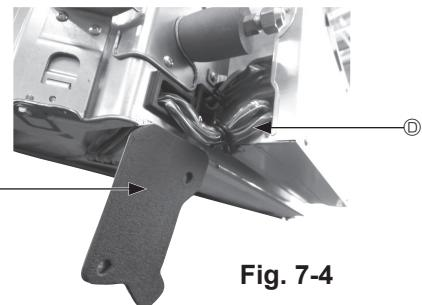
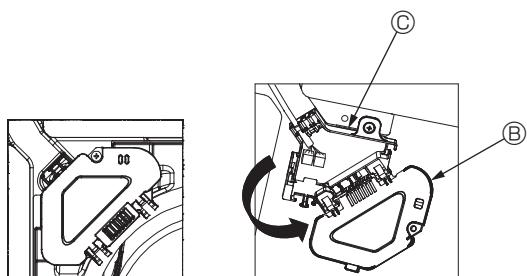

Fig. 7-4
Fig. 7-5
- ① Verwijder de 2 schroeven waarmee de bedradingskap vastzit uit de hoofdunit en open de kap.
- ② Leid de bedrading van de i-see-Sensor en signaalontvanger door de draadgangen in de schakeldoos zoals aangegeven in de tekening en door de doorvoeren aan de zijkant van de hoofdunit. (Fig. 7-4)
- ③ Wanneer u de draden leidt, opent u de klem die de verbindingsbedrading van het rooster vasthouwt en vervolgens bevestigt u de verbindingsbedrading van het rooster en de bedrading van de i-see-Sensor en de signaalontvanger weer met de klem.
- ④ Verwijder de schroef waarmee de kap van de schakeldoos vastzit en open de kap. (Fig. 7-5)
- ⑤ Plaats de connector van de verbindingsbedrading in de schakeldoos.
- ⑥ Installeer de kap van de bedrading en de kap van de schakeldoos.